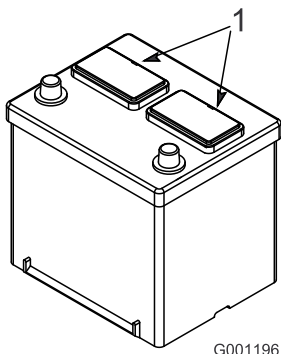

Bild 9
2. Reinigen Sie die Oberseite der Batterie und nehmen Sie die Entlüftungsdeckel ab (Bild 9).